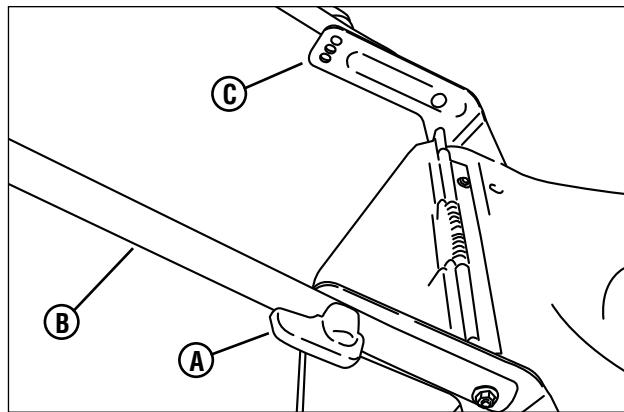

Figura 1: extensión de la manija inferior
3. Gire las perillas (A, **Figura 1**) de los lados de la manija inferior (B) para retraer los pasadores de sujeción. Levante la manija inferior, alineándola con uno de los tres juegos de agujeros de los soportes de manija (C). Gire las perillas para liberar los pasadores de sujeción y asegurar la manija inferior.